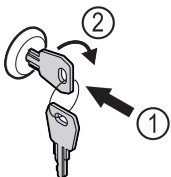

Fig. 123 Przykładowa prezentacja
- Włożyć kluczyk Fig. 123 (1).
- Przekręcić kluczyk o 90° w prawo Fig. 123 (2).